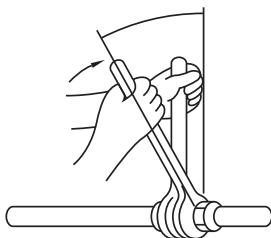

Fig. 5-9
- Borunun oturduğu yüzeye ince bir tabaka soğutma yağı sürünen. (Fig. 5-9)